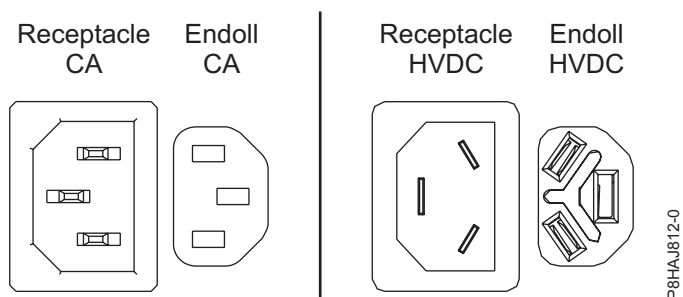
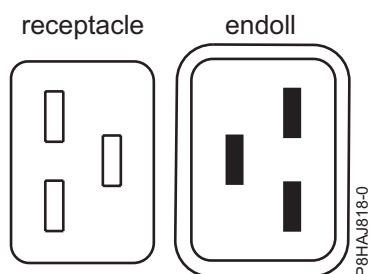
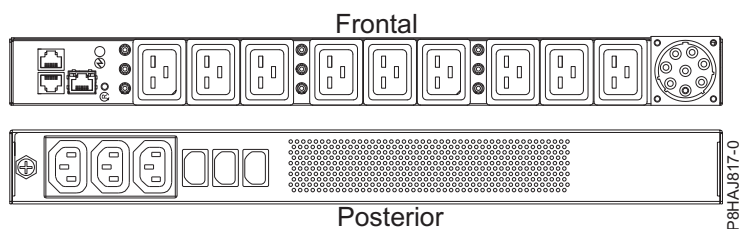

Figura 17. Connectors de CA i d'HVDC
Figura 18. Connectors per al sistema 8408-44E
Figura 19. PDU per al sistema 8408-44E
A la Figura 17 es mostren els connectors admesos de corrent alternativa (CA) i de corrent directa d'alt voltatge (HVDC). A la Figura 18 i a la Figura 19 es mostren els connectors admesos i la unitat de distribució d'alimentació (PDU) per al model 8408-44E.